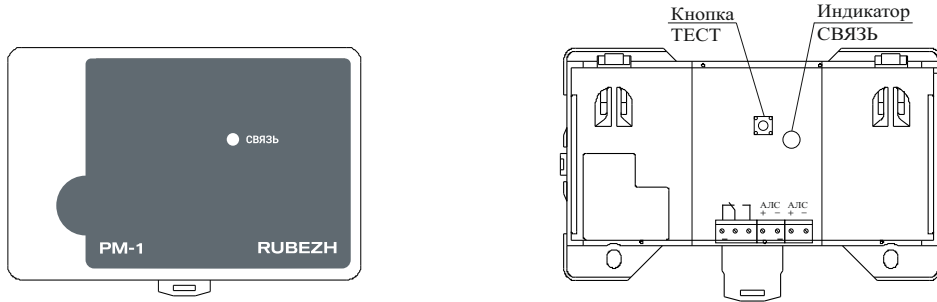

Рисунок 1
7.5 Для конфигурирования релейного модуля, подключенного к АЛС, начальный адрес которого неизвестен, необходимо зайти в меню прибора, выбрать пункт «Настройка» («Конфигурация») => «Сервис» => «Адресация устройств» и нажать кнопку ТЕСТ на релейном модуле (рисунок 1). На экране прибора откроется меню параметров релейного модуля: